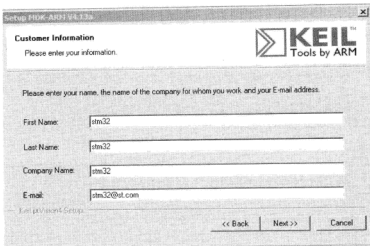

图 4.4.4 填写 Keil MDK 安装信息
- ④ 单击 Next, 填写用户信息, 个人用户随意填入即可, 如图 4.4.4 所示。